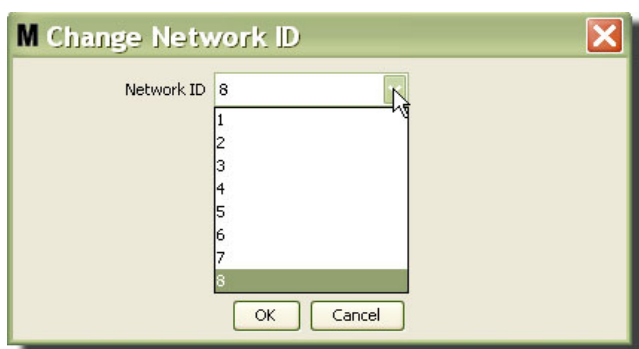

FIG. 85
3. Dans le menu déroulant de numéros d'identification de réseau disponibles, sélectionnez le numéro d'identification de réseau attribué à votre localisation (FIG. 85). Cliquez sur OK pour fermer la fenêtre et sauvegarder les modifications.